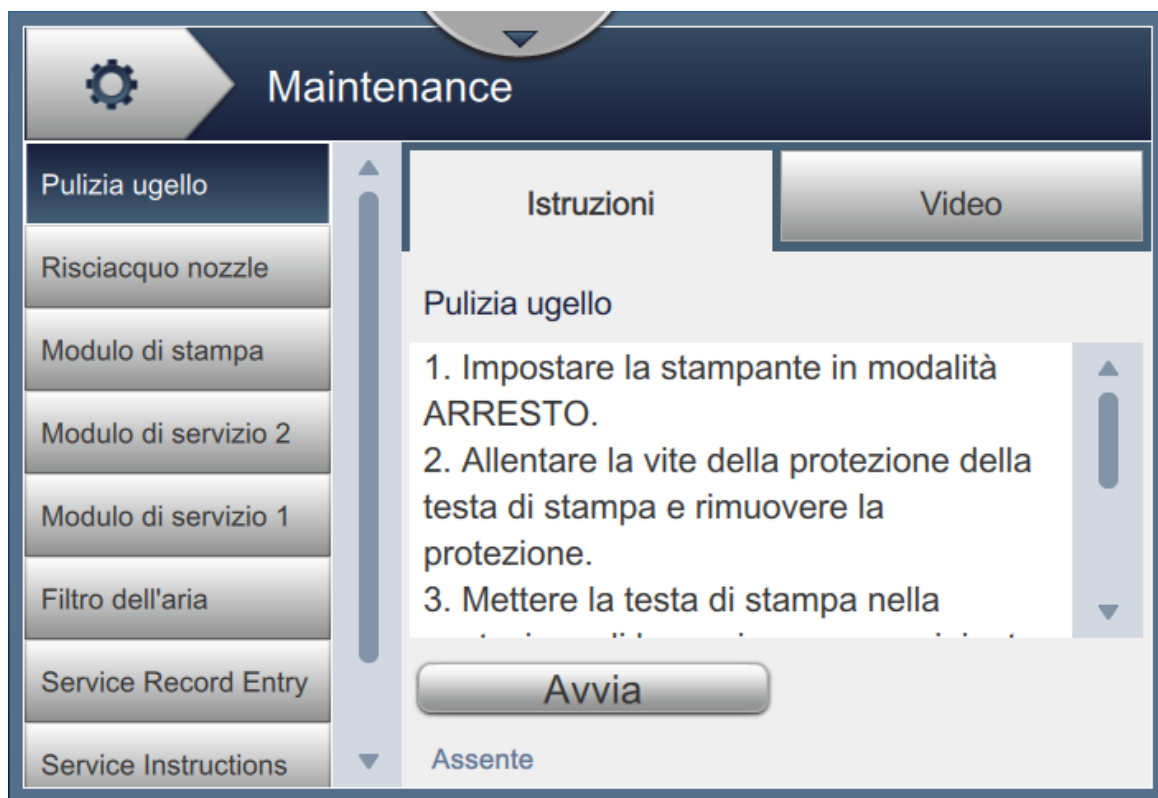

Figura 6-22: Manutenzione
1. Toccare il pulsante  nella schermata Strumenti. Viene visualizzata la schermata Manutenzione, come da Figura 6-22.